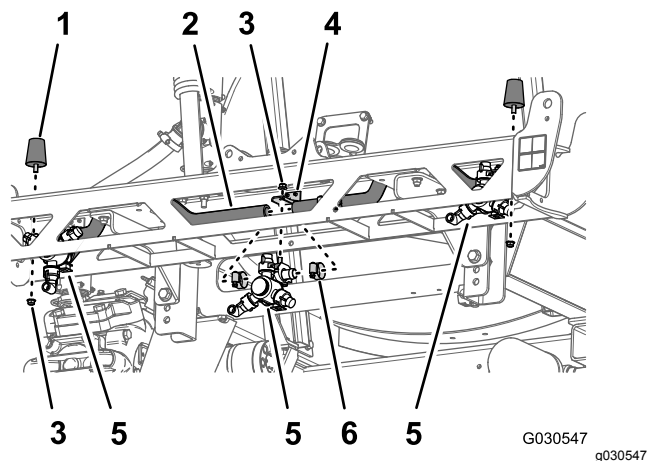

Рисунок 78
4. Выверните фланцевые контргайки (5/16 дюйма), которые крепят левый и правый амортизаторы на концах рамы средней секции стрелы (Рисунок 78).
1. Снимите 4 шланговых хомута, которые крепят 3 распылительных сопла к шлангам (с внутренним диаметром 3/4 дюйма) (Рисунок 78).
2. Выверните фланцевые контргайки (5/16 дюйма), которые крепят 3 распылительных сопла к креплениям сопел в средней секции стрелы, и снимите сопла (Рисунок 78).